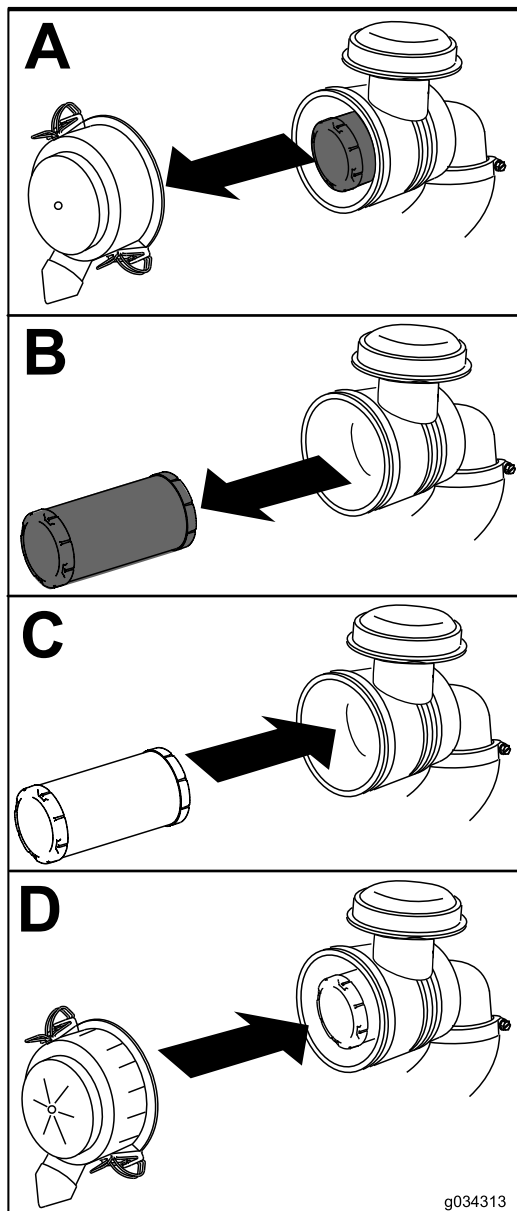

Figura 39
1. Estraiete con cautela il filtro dell'aria dal corpo del filtro dell'aria (Figura 39).
4. Montate il coperchio del filtro dell'aria con il lato contrassegnato UP (alto) rivolto in alto, quindi fissate i dispositivi di fermo (Figura 39).